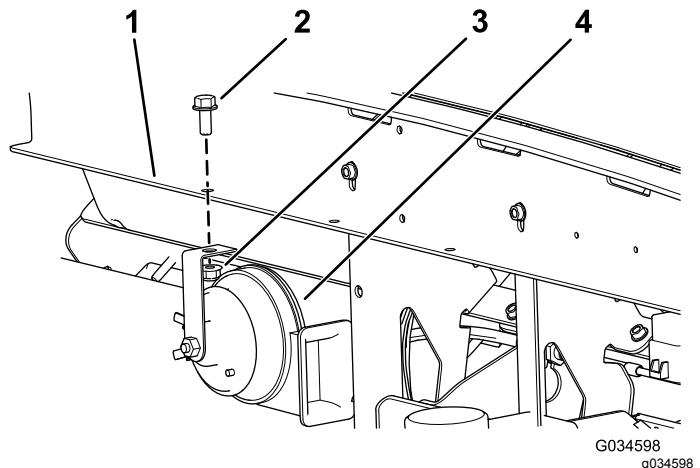

图 1
2. 如 图 1 所示用六角头螺丝  $5/16 \times \frac{3}{4}$  英寸和凸缘螺母  $5/16$  英寸将 12V 喇叭总成安装到仪表板支架现有的孔中